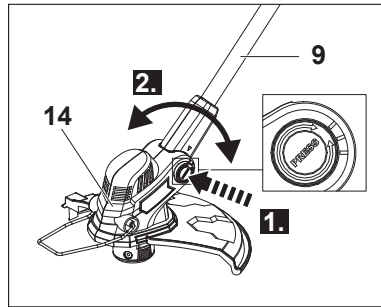

Fig. 17
1. Pressione o botão de desbloqueio (10) e mantenha-o na posição.
2. Mova o polo inferior (9) ligeiramente para cima ou para baixo (Fig. 17).
3. Liberte o botão de desbloqueio (10) e continue a mover o polo inferior (9) até que fique bloqueado na posição.